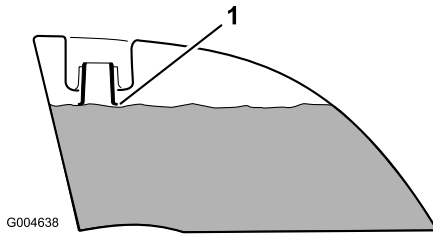

Bild 10
4. Füllen Sie beide Kraftstofftanks auf, bis der Stand an der Unterkante des Einfüllstutzens liegt (Bild 10).